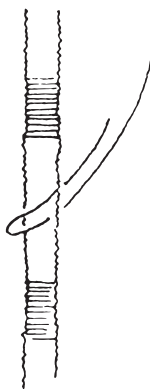

Abb. 21
**Einzug (Abb. 21).** Um die Kettfäden in die Polyester-Litzen einzuziehen, bilden Sie mit dem Kettfaden-Anfang eine Schlaufe, drücken diese mit dem Finger durch das Litzenauge und ziehen sie durch. Der Einzug ist für Rechts- und Linkshänder gleich leicht.